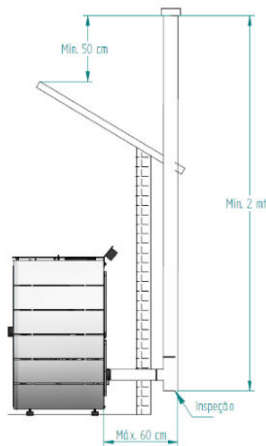
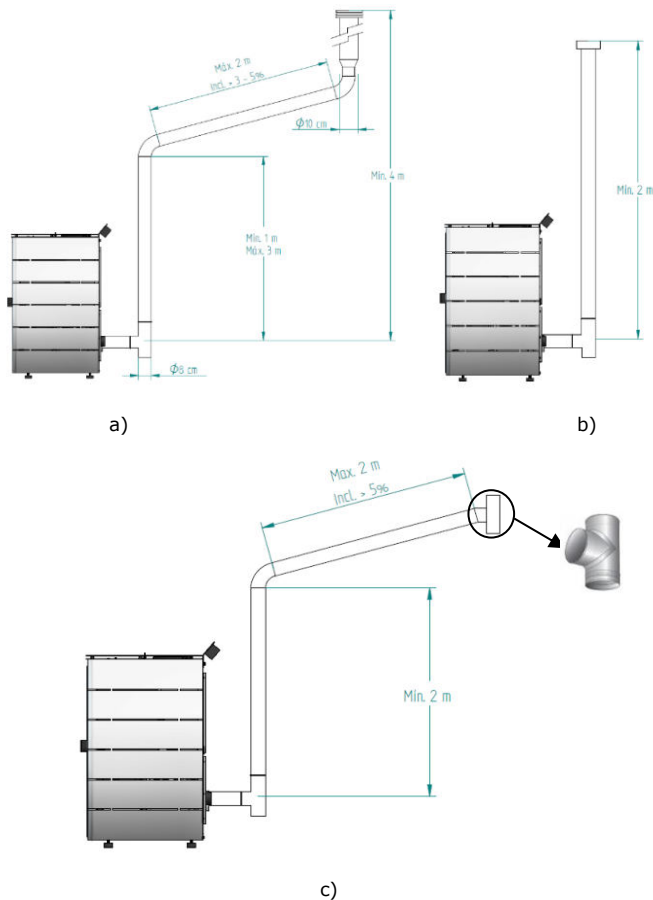

Figura 5 - Vista lateral da instalação sem chaminé, com exemplo do ponto de inspeção
Figura 6 - Exemplos de instalações tipo
- Conforme indicado na Figura 6, a conduta de exaustão deve ser realizada de modo a que a limpeza e a manutenção sejam asseguradas pela inserção dos pontos de inspeção.
A instalação da salamandra de *pellets* quando não existe chaminé deve ocorrer, como na Figura 5, trazendo o tubo de escape de fumo (com diâmetro interno mínimo de 80 mm) diretamente para fora e acima do telhado. Devem ser usados tubos isolados de parede dupla de aço inoxidável devidamente ancorados para evitar fenómenos de condensação. Prever na base da tubagem um T para as inspeções periódicas e a manutenção anual, como exemplificado na Figura 6.
Na figura 6 estão representados os requisitos básicos para a instalação da chaminé da salamandra.